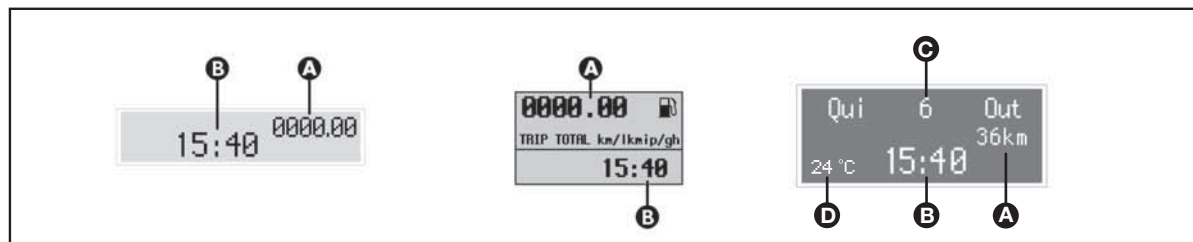

fig. 38
- Hodômetro total/parcial (A-fig. 38).
- Relógio (B-fig. 38).
- Data (C-fig. 38).
- Temperatura externa (D-fig. 38) (quando disponível).